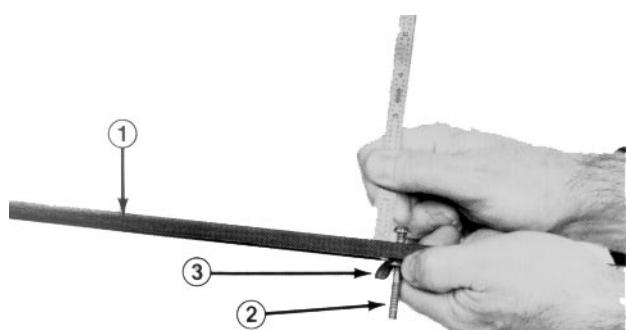

Fig. 7
- Aliviar a porca na barra medidora (Fig. 7) e regular o parafuso de ajuste para a altura de corte desejada. A distância entre a parte inferior da cabeça do parafuso e a superfície da barra é a altura de corte.